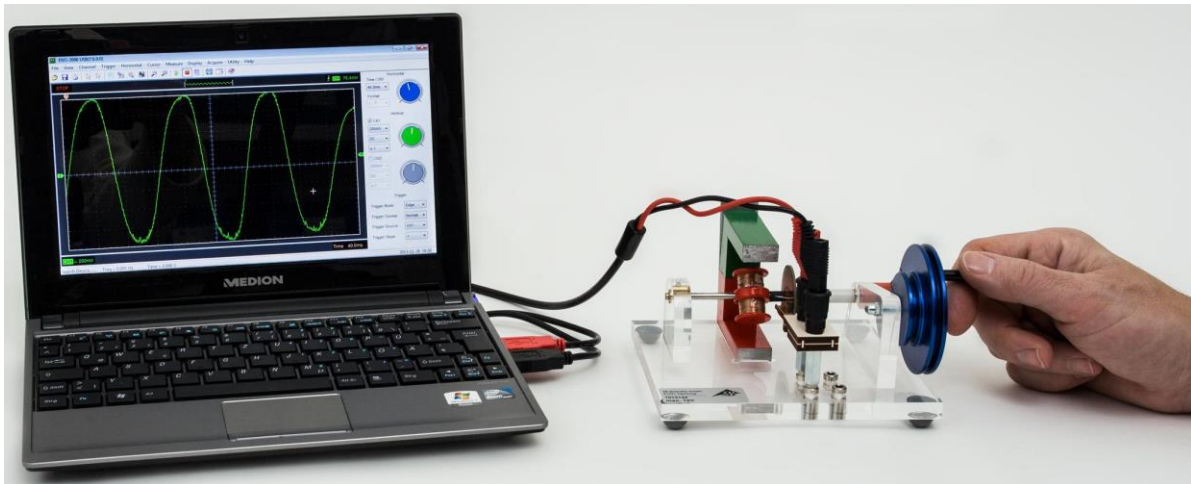

Fig. 5 Operação como gerador de corrente alternada com osciloscópio USB
- Colocar o tomador de corrente sobre o par de conectores da esquerda no campo de conectores da placa de base (vide Fig. 5).